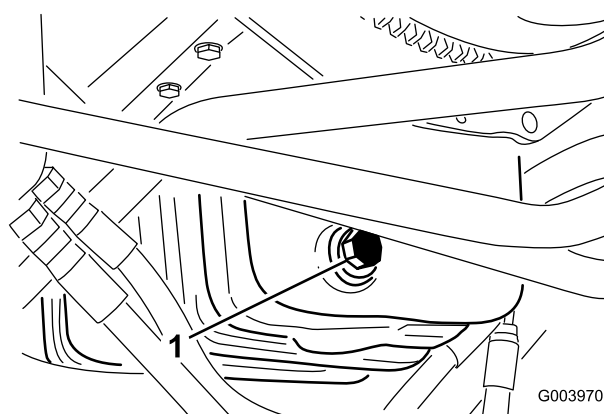

図 51
1. ドレンプラグ (図 51) を外してオイルを容器に受ける。